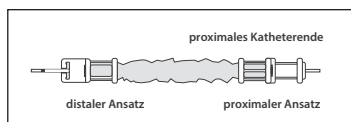

Abbildung 4
- ◊ Die Spitze des vorgesehenen Katheters durch das proximale Ende des Katheter-Kontaminationsschutzes einführen. Den Katheter durch den Schlauch und den Ansatz am anderen Ende vorschieben (siehe Abbildung 4).